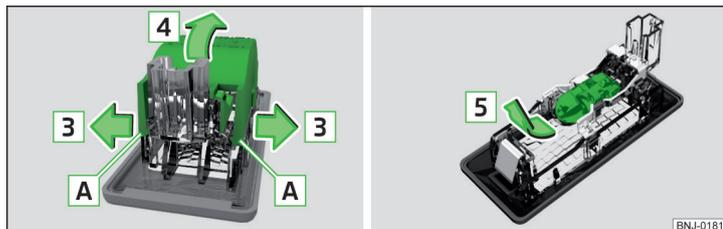

Fig. 215 Desmontar la caperuza / Cambiar la bombilla
- Aflojar la caperuza de la luz en el área [A] así como en el sentido de la flecha [3] » fig. 215.